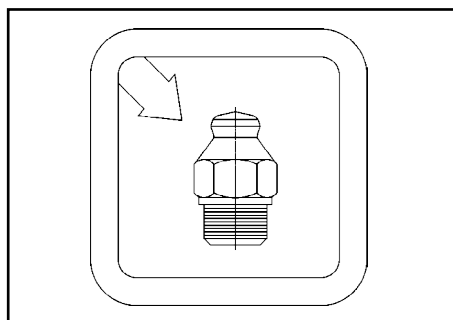

Figura 45
- Utilize graxa nº 2, as graxearias estão indicadas com adesivos no implemento (Figura 45).